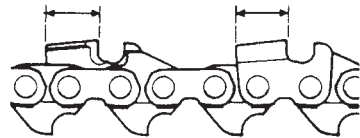

Fig. 41
- 5) Mantener la misma longitud en todas las cuchillas. (Fig. 41)